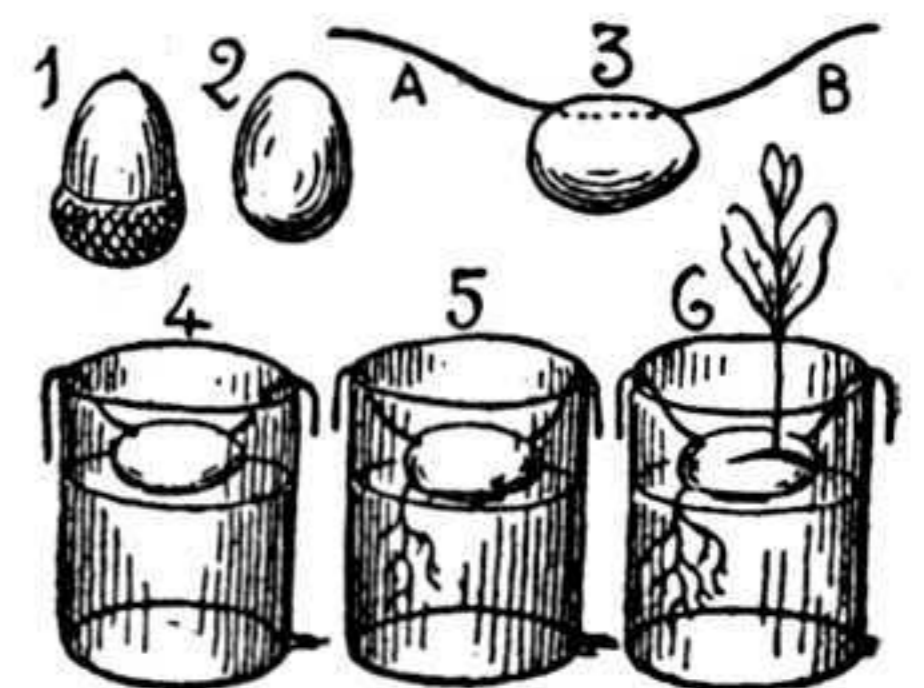

Fig. 3 - Le chêne dans un verre d'eau.
Voici les opérations qu'il faut exécuter pour obtenir cet effet. D'un gland non germé (1, Fig. 3), enlevez la cupule (2). Traversez le gland d'un fil de fer (3) et disposez-le dans un verre d'eau de manière à ce que seule la partie inférieure du fruit trempe dans l'eau (4). Maintenez l'eau toujours au même niveau.